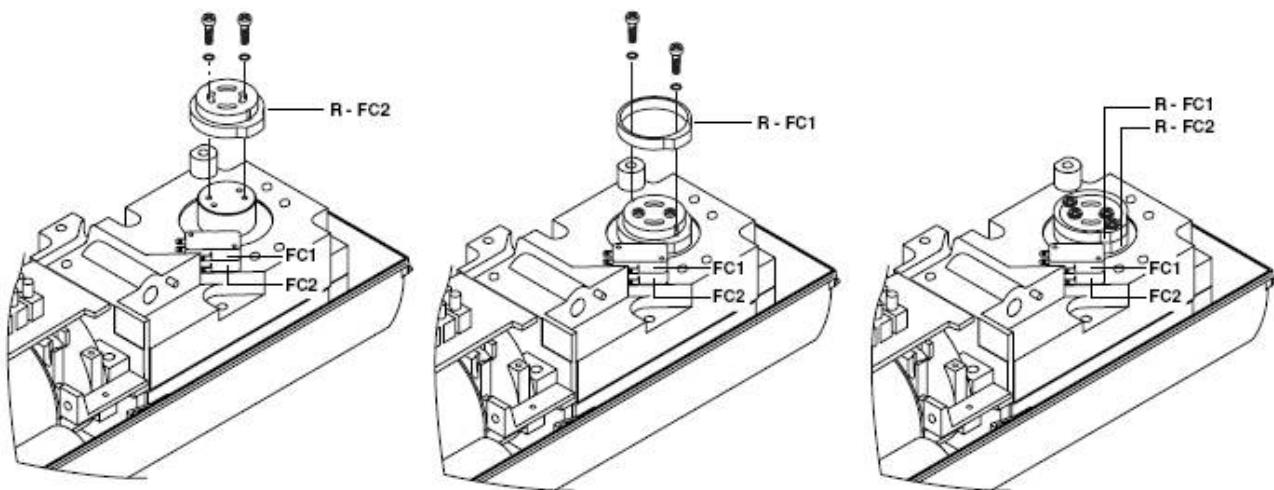

рис.12
7. Регулировка концевиков (рис.12).